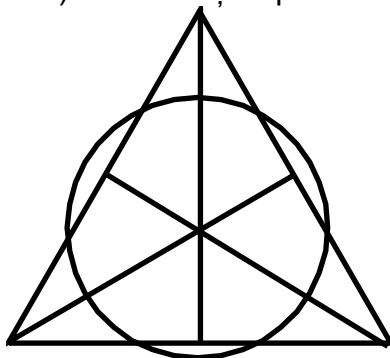
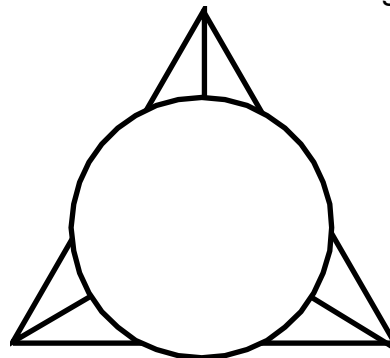

Figura 3
Figura 4
- Să se realizeze desenul din figura 3, folosind comenzile de desenare.
- Să se obțină prin retezare figura 4, folosind ca bază obiectul din figura 3.